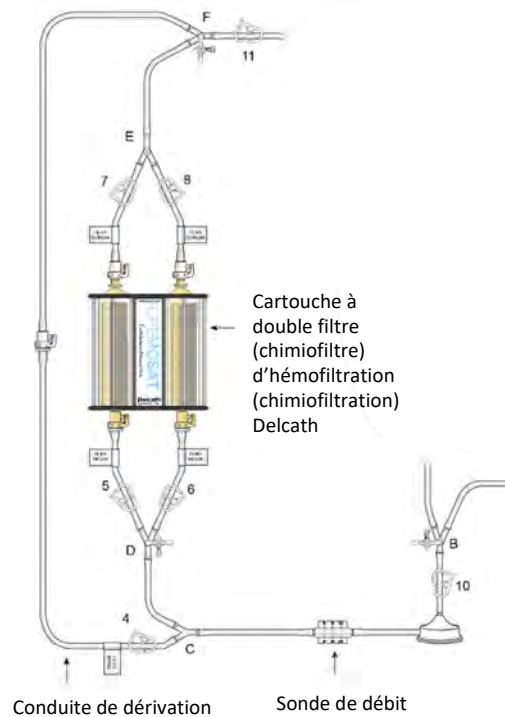

Figure 16
(a) Fermer la pince 4 et ouvrir les pinces d'entrée du filtre (5, 6) puis les pinces de sortie du filtre (7, 8) et la pince de sortie du circuit (11) (voir Figure 16) et régler le débit de sérum physiologique hépariné dans le filtre à un taux d'environ 0,5 litre par minute. Remarque : Des hémostats (pinces) sont nécessaires pour régler le débit en cas d'utilisation de la gravité.